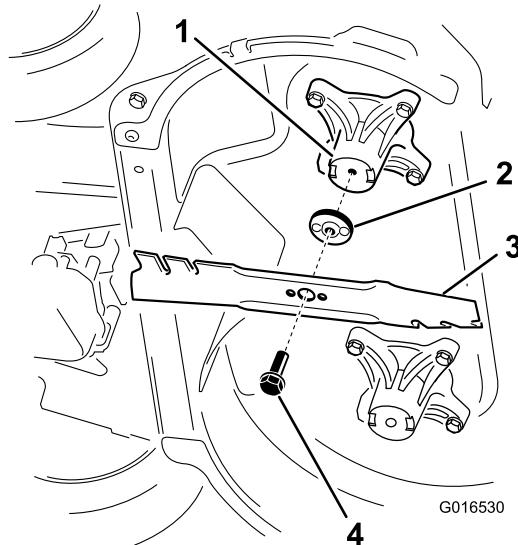

Figura 41
2. Retire cada lâmina como se mostra na Figura 41.
1. Instale a primeira lâmina de forma a que esteja na horizontal, juntamente com todos os dispositivos de montagem como se mostra na Figura 41.